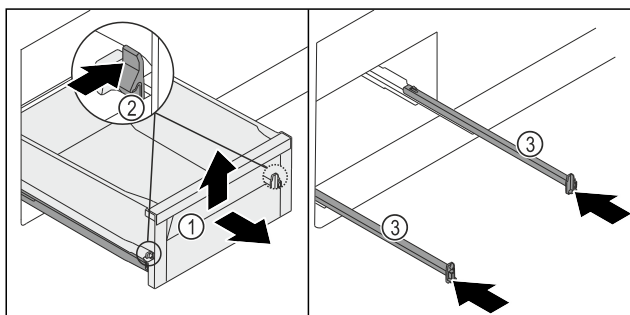

Fig. 118
- Estrarre il cassetto Fig. 118 (1) fino a battuta.
- Premere contemporaneamente verso l'interno il morsetto Fig. 118 (2) a sinistra e quello a destra.
- Il cassetto Fig. 118 (1) si stacca dalle guide.
- Sollevare il cassetto Fig. 118 (1) anteriore.
- Estrarre il cassetto Fig. 118 (1) in avanti.
- Inserire le guide Fig. 118 (3).